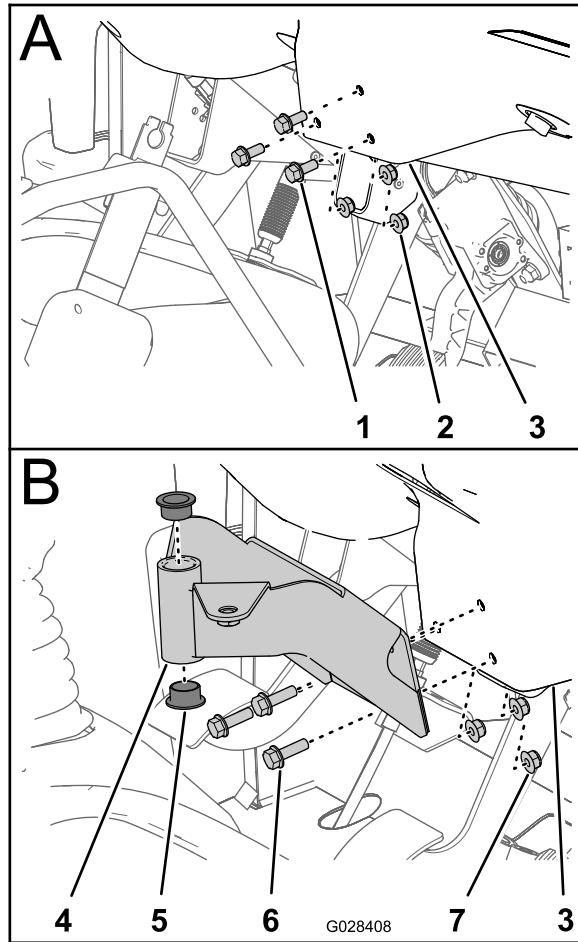

Figura 17
1. Retire los 3 pernos y 3 tuercas que sujetan la parte inferior central del salpicadero al soporte de sujeción del salpicadero (Figura 17).
2. Alinee los taladros del soporte de montaje de la consola de control con los taladros del salpicadero y del soporte de montaje (Figura 17).
4. Apriete las tuercas y pernos con un par de (Figura 17).
5. Inserte los 2 casquillos de plástico en el soporte de montaje (Figura 17).